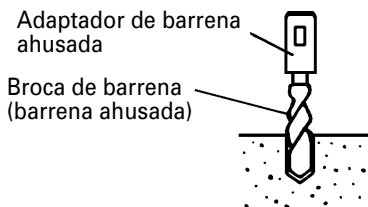

Fig. 10
- (1) Instale la broca con la barrena ahusada en el adaptador de barrena ahusada. (Fig. 10)